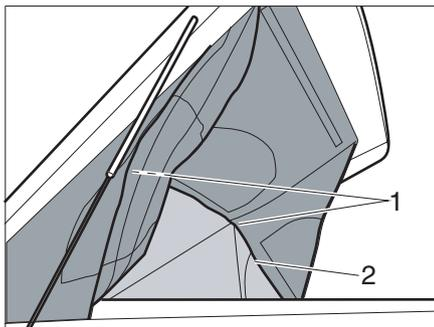

Fig. 38 Funzione panorama
- ▶ Aprire la chiusura lampo (Fig. 38,2) su tutto il perimetro del tetto sollevabile.
- ▶ Con la chiusura a velcro (Fig. 38,1) fissare le fiancate e il telo anteriore in alto al tetto sollevabile.